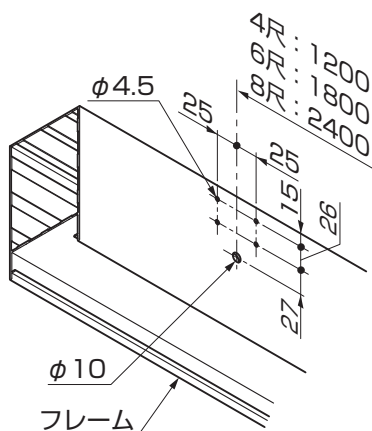
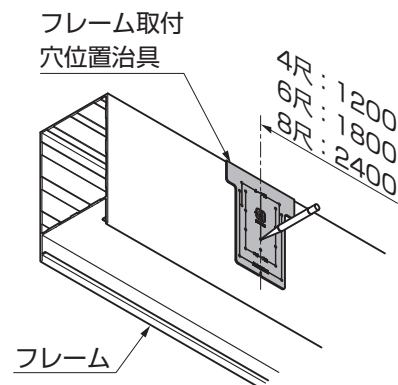
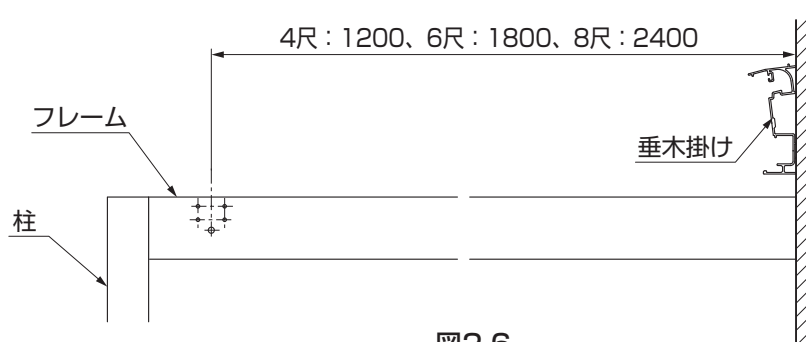

図2-4 フレーム取付穴位置治具を使用しない場合
図2-5 フレーム取付穴位置治具を使用する場合
図2-6
①フレームの桁取付け面に穴加工をしてください。（図2-4、図2-5、図2-6参照）
- フレーム取付穴位置治具を使用する場合は図2-5と「(2) 取付穴位置治具を使用する場合の柱の加工」を参照し、同様に穴加工をしてください。